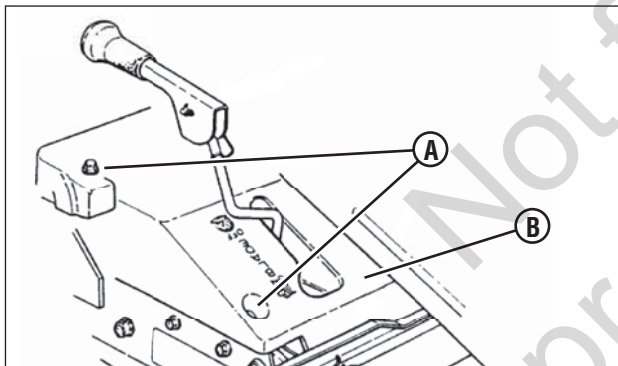

Figura 21: Removendo a tampa da correia motriz
2. Remova os quatro parafusos manuais (A, Figura 21), dois de cada lado da tampa da correia motriz do cortador de grama (B).